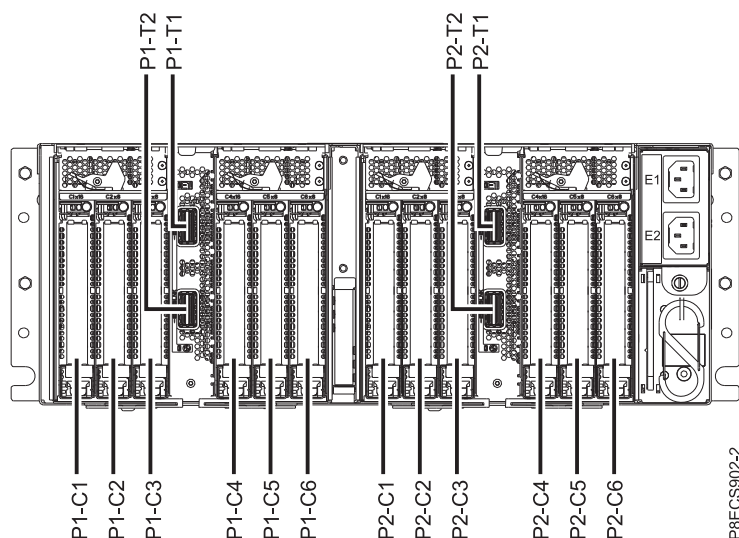

図 30. PCIe 拡張ドロワーの PCIe アダプター・スロットの位置
2. PCIe アダプターを取り付けるスロットを決定します。PCIe Gen3 I/O 拡張ドロワーの PCIe アダプターの配置規則とスロットの優先順位を参照してください。PCIe アダプター スロットは、PCIe3 拡張ドロワーの背面に取り付けられている入出力モジュール・ベイに入っています。30 ページの図 30 は、PCIe アダプターのロケーション・コードを示しています。